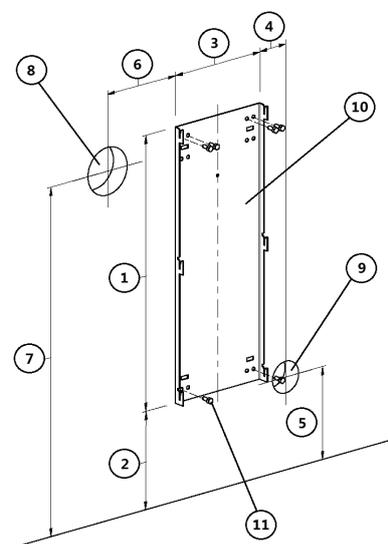

Fig. 24 - Befestigung an einer nicht brennbaren Wand
- Die hintere Halterung mit geeigneten Metalldübeln, die dem Gewicht des Ofens standhalten, befestigen (siehe **Fig. 24**).